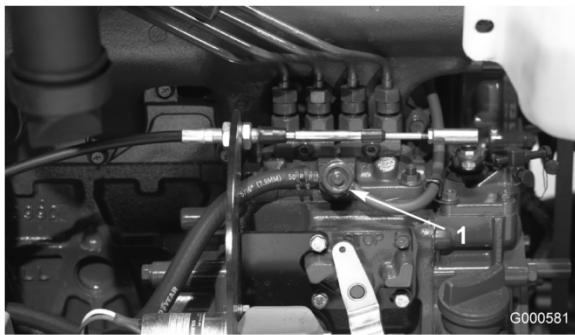

Figura 36
- Desaperte o parafuso de drenagem que se encontra na bomba de injecção de combustível (Figura 36).